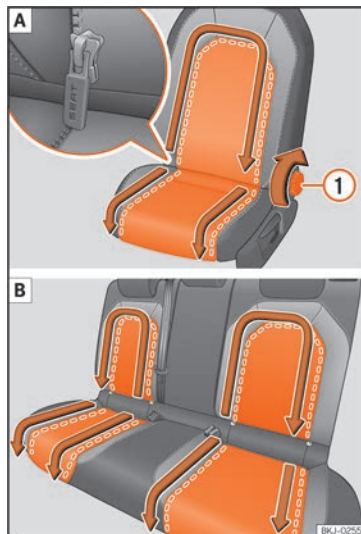

Fig. 123 Desmontar las fundas extraíbles. **A** Asiento delantero izquierdo; **B** Asientos traseros
- Inclíne el respaldo hacia atrás hasta que el tirador de la cremallera sea totalmente accesible »» fig. 123 ①¹⁾.
- Deslice los tiradores de la cremallera en la dirección de las flechas »» fig. 123. La funda intercambiabile queda libre.
- Deslice los tiradores de la cremallera en dirección contraria a las flechas »» fig. 123.